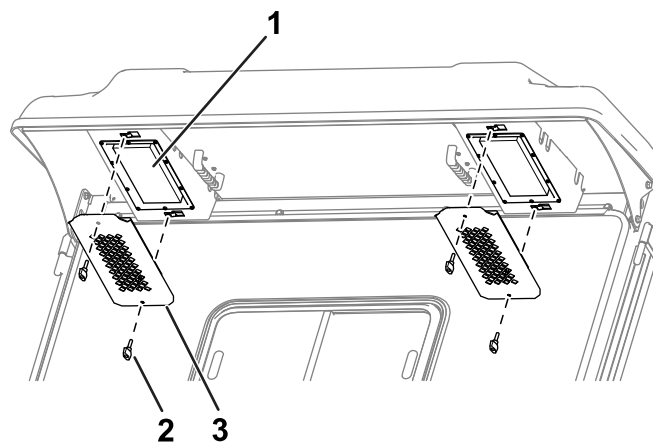

Figura 82
1. Rimuovete i pomelli e le griglie dalla sporgenza posteriore della cabina (Figura 82).
4. Utilizzate i pomelli e le griglie per montare i filtri nella cabina (Figura 82).